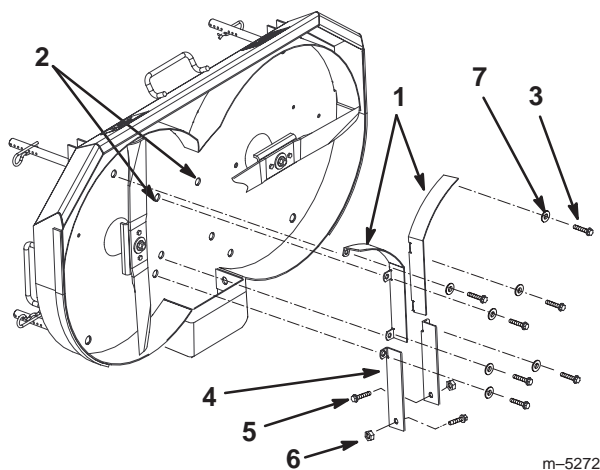

Figure 38
2. Sur le plateau de coupe, enlevez les vis, les rondelles, les contre-écrous des déflecteurs de ramassage gauche et droit, et les déflecteurs d'éjection gauche et droit (Fig. 38).
Important Les déflecteurs de ramassage et d'éjection doivent être déposés pour le hachage (Fig. 38).
3. Montez les déflecteurs de ramassage avant gauche et droit sur le plateau de coupe et fixez-les en place en insérant les vis dans les écrous de retenue (Fig. 38).
4. Montez les déflecteurs d'éjection arrière gauche et droit sur le plateau de coupe. Fixez-les en position à l'aide de vis et rondelles sous le plateau et de boulons de carrossier à l'intérieur de l'éjecteur arrière. Bloquez les boulons avec des contre-écrous (Fig. 38).